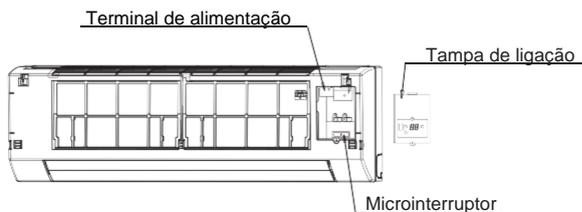

Fig. 7-2
- 2 Faça a ligação dos cabos de energia e de comunicação. (Ver Fig.7-2 a 4).